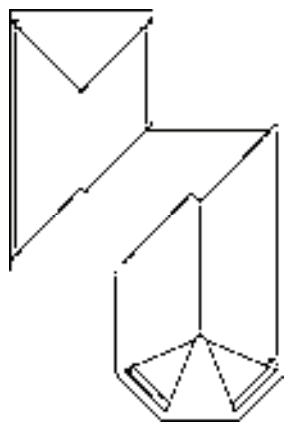

图 13-149 复制圆形
8) 绘制雨水管。调用“圆形”命令, 绘制半径为 50mm 的圆形; 调用“复制”命令, 移动复制圆形, 结果如图 13-149 所示。